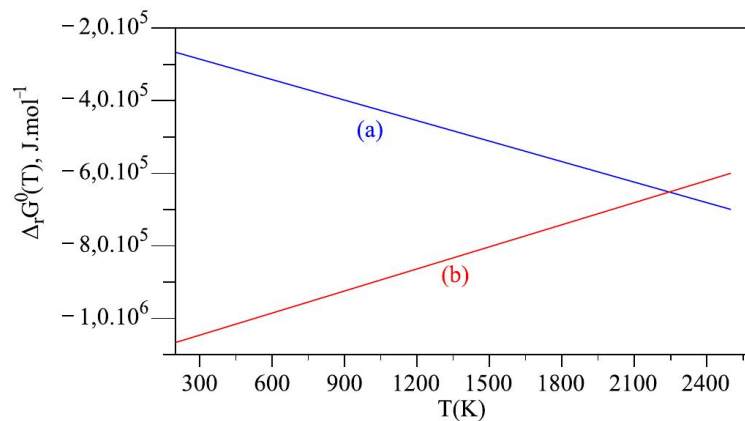

Figure 1 – Enthalpie libre standard de réaction en fonction de la température.
4 - Compte tenu des états physiques des réactifs et produits apparaissant dans l'équation de la réaction (1), prévoir le signe de  $\Delta_r S_1^\circ$ . Attribuer alors la courbe (a) ou (b) de la figure 1 à  $\Delta_r G_1^\circ(T)$  en justifiant votre choix.
L'évolution de l'enthalpie libre standard de réaction  $\Delta_r G_2^\circ(T)$  en fonction de la température pour une réaction (2) entre le carbone et l'oxygène a également été représentée sur la figure 1. La représentation a été rapportée à une mole de dioxygène.
8 - Prévoir à partir de quelle température la réduction de l'oxyde d'aluminium est théoriquement possible. Justifier votre raisonnement à partir de la figure 1.